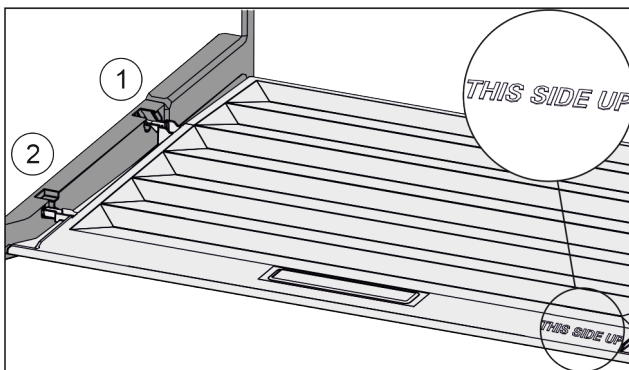

Fig. 91
- ▶ Dekselranden via de opening van de achterste houder Fig. 91 (1) aanbrengen en van voren in de houder Fig. 91 (2) klikken.